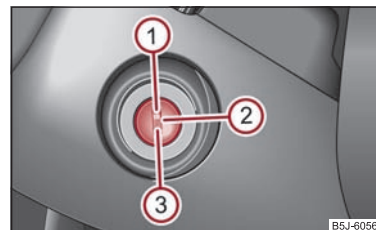

Fig. 94 Pozițiile cheii în contact
- Motorul se oprește prin rotirea cheii în contact în poziția ① ⇒ pagina 89, fig. 94.